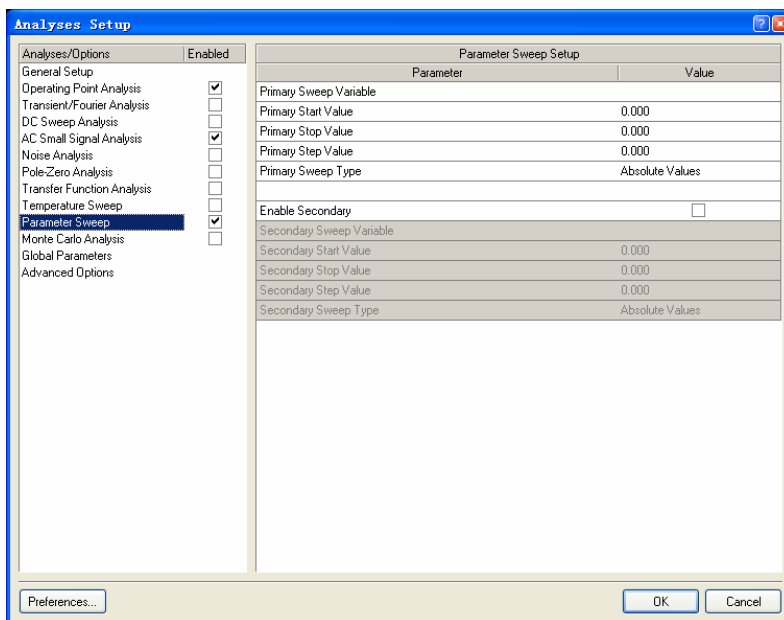

图 6.27 “Parameter Sweep Analysis” 设置界面
- (1) 启动 Altium Designer 6, 打开 8.1 节创建的原理图文件 “Sim1.SchDoc”。
- (2) 选择主菜单栏中的 “Design” -> “Simulate” -> “Mixed Sim” 命令, 打开 “Analyses Setup” 对话框。
- (3) 选择仿真的电路节点 “OUTPUT” 作为仿真节点。
- (4) 勾选 “Analyses/Options” 列表中的 “AC Small Signal Analysis” 项, 设置交流小信号分析的起始频率 “Start Frequency” 为 “1”, 终止频率 “Stop Frequency” 为 “100k”, 扫描方式 “Sweep Type” 为 “Linear” 和测试点数为 “100”。
- (5) 勾选 “Analyses/Options” 列表中的 “Parameter Sweep Analysis” 项, 在 “Analyses Setup” 对话框中打开如图 6.27 所示的 “Parameter Sweep Analysis” 设置界面。